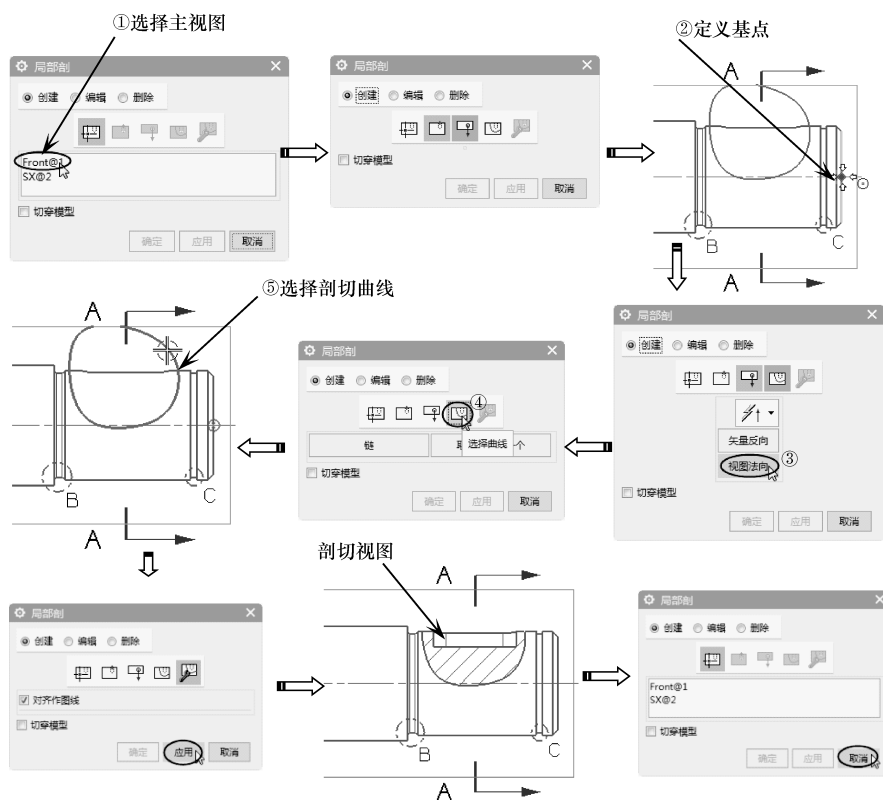

图 10-64 创建局部剖视图
- 10 在【视图】组中单击【局部剖】按钮 ，弹出【局部剖】对话框。按如图 10-64 所示的操作步骤完成局部剖视图的创建。